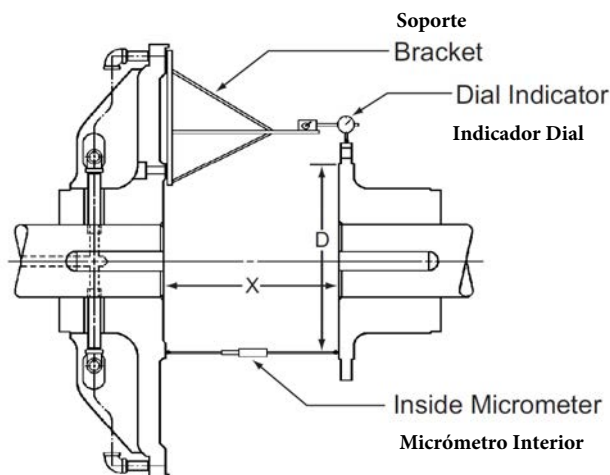

Figura 9
No debe exceder 0.0005 pulgadas por pulgada (0.0005 mm/mm) diámetro en el que se toman las lecturas ("D" en la Figura 9).
- 2.4.1 Los cimientos deben establecerse de manera que se establezca la distancia "X", que se muestra en la Figura 9. Si el embrague está montado en un eje con cojinetes lisos, asegúrese de que el eje esté centrado dentro de los cojinetes cuando establezca la dimensión "X". Consulte la Tabla 2 para conocer las dimensiones "X" apropiadas. Nota: Se presume que uno de los ejes se ha ubicado y anclado correctamente.
- 2.4.2 **Fabricar un soporte rígido para sujetar un dial indicador y adjuntar a la araña. Ver Figura 9.**